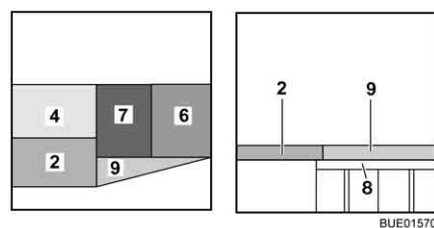

Fig. 155 Après la transformation
- Placer le coussin d'assise (Fig. 155,7) au centre.
- Placer le coussin de dossier (Fig. 155,6) entre le coussin d'assise (Fig. 155,7) et la cloison.
- Placer le coussin supplémentaire (Fig. 155,9) sur la rallonge latérale de lit.